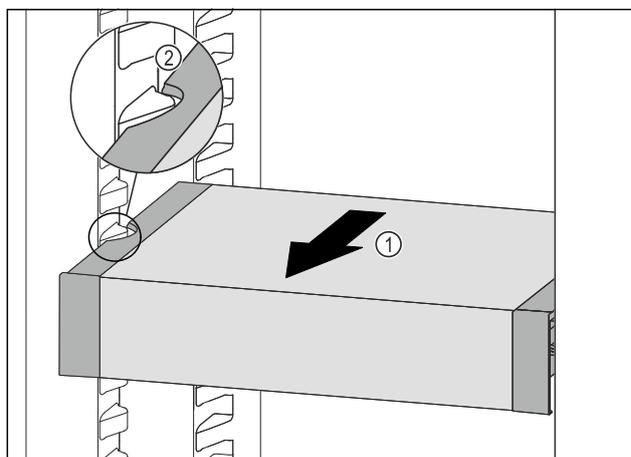

Fig. 92
- ▶ Tire del VarioSafe hacia delante *Fig. 92 (1)* hasta que los huecos laterales del VarioSafe se encuentren a la altura de la nervadura del recipiente en el compartimento del frigorífico. *Fig. 92 (2)*